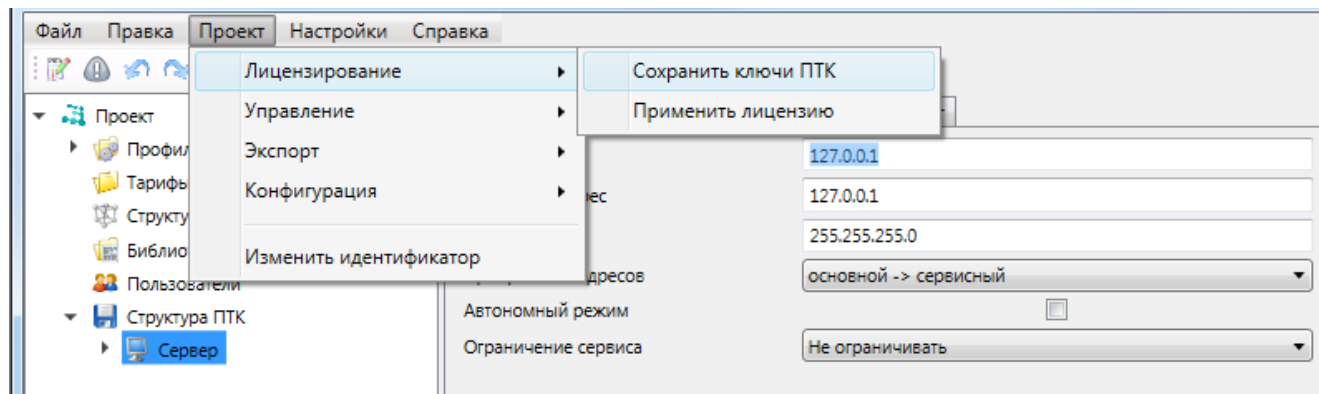

Рисунок 17 – Группа команд «Лицензирование» главного меню EKRA Studio
– выполнить команду **Проект** → **Лицензирование** → **Сохранить ключи ПТК** панели инструментов EKRA Studio (рисунок 17). В диалоге сохранения файла указать имя и размещение файла аппаратной конфигурации;
– выполнить команду **Проект** → **Лицензирование** → **Применить лицензию** панели инструментов EKRA Studio (рисунок 17). В диалоге открытия файла указать расположение файла лицензии EKRASCADA.